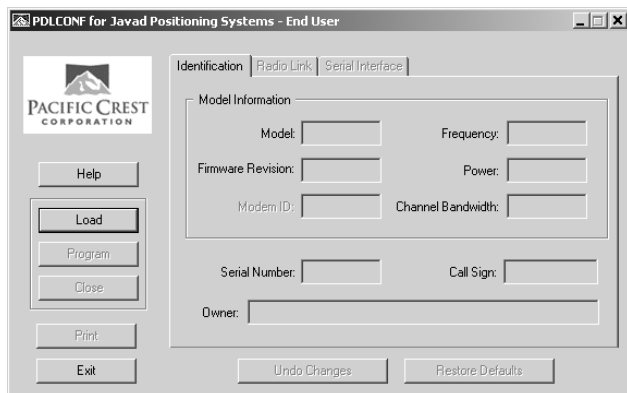

Figura 2-26. Pantalla Principal de Configuración del Radio PDL
5. Ejecute el Programa de Configuración de Radio PDL (pdlconf.exe) de Pacific Crest (Figura 2-26 en la página 2-36).